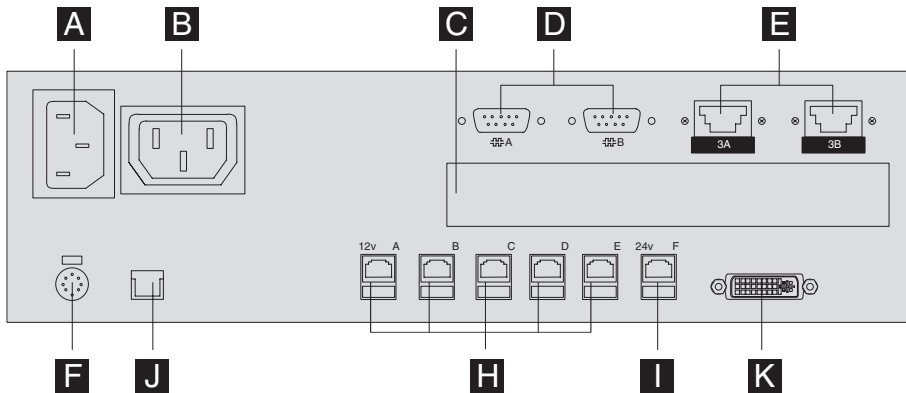
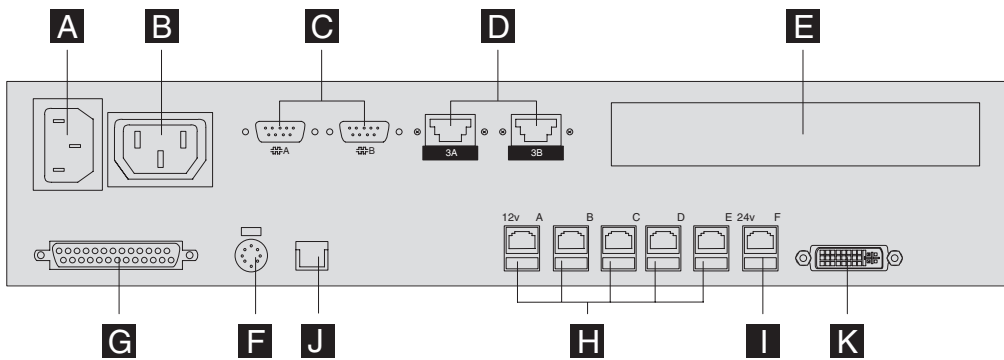
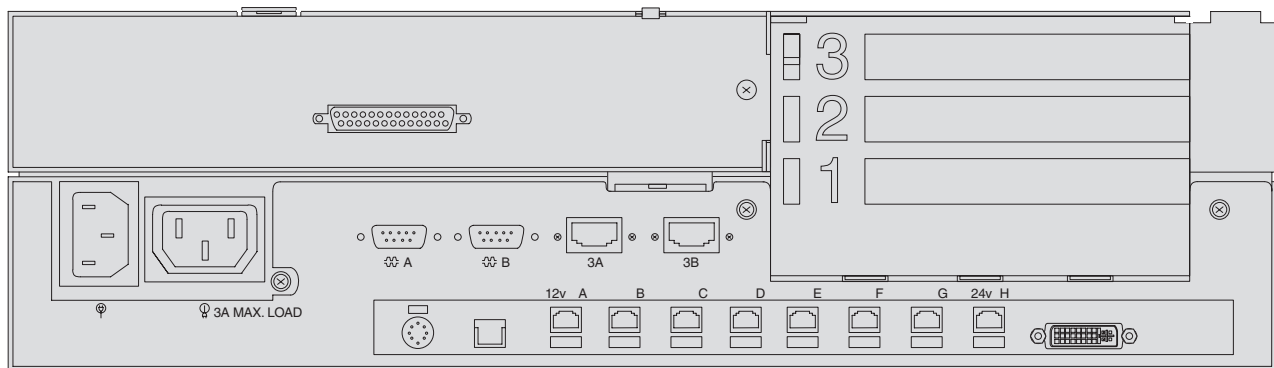
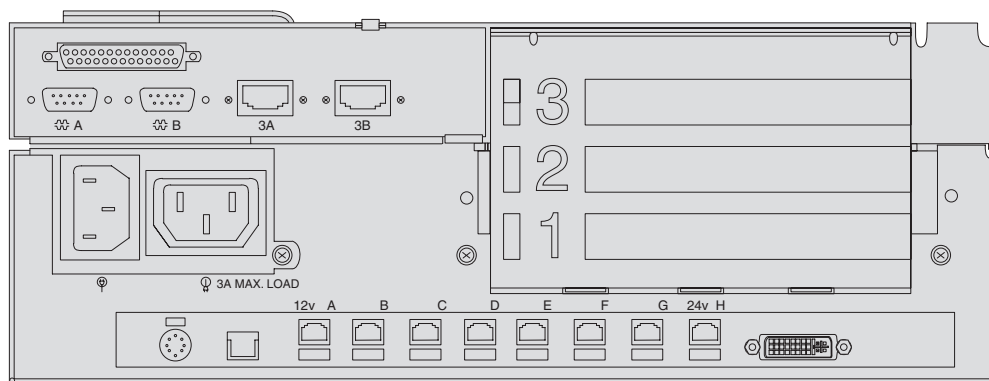

Figura 130. Parte posterior del terminal IBM SurePOS 730 Modelos 142/733
Figura 131. Parte posterior del terminal IBM SurePOS 730 Modelos 102/732
Figura 132. Parte posterior del terminal IBM SurePOS 750 Modelo 242/753
Figura 133. Parte posterior del terminal IBM SurePOS 750 Modelo 202/752
15. En la Figura 130 en la página 362, en la Figura 131 en la página 362, en la Figura 132 en la página 362 y en la Figura 133 en la página 363 marque con una X los puertos a los que se conectan los dispositivos POS. Consulte las hojas de trabajo que contienen información acerca de los puertos y de los